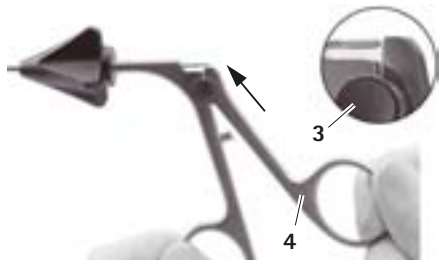

Fig. 10
- Deslizar hacia arriba el mango 4, sujetando al mismo tiempo la pieza de trabajo 7, hasta que encaje el botón 3, ver Fig. 10.